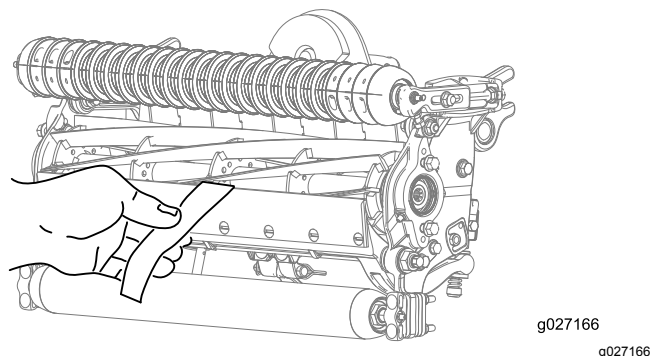

図 11
12. 切れ味確認用のトロ製試験ペーパーを一枚、リールと下刃との間に、下刃に対して直角になるように差し入れて、Cuttingユニットの切れ味をテストする図 11。